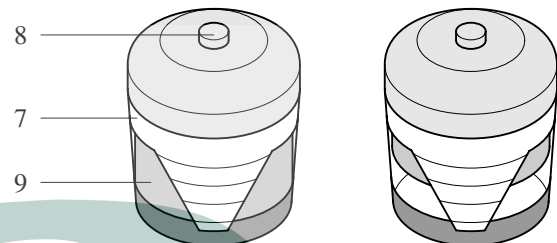

Fig. 5.3 Indicador de vacío
1. Suelte las abrazaderas de presión (1) y retire el colector de polvo (2). Limpie el colector.
2. Retire el elemento (4) del alojamiento (5).
5. Reponga a cero el indicador de vacío (Fig. 5.3).